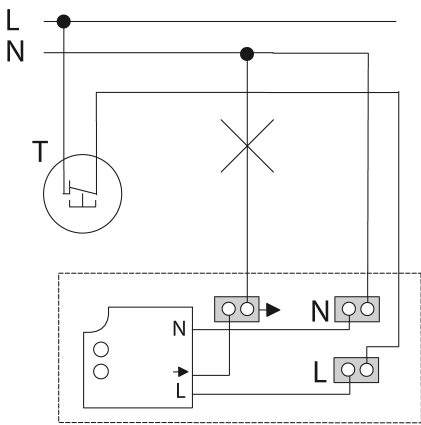

Figure 8: Schéma de raccordement du détecteur de mouvement
- Raccorder le détecteur et le poussoir d'installation T, contact normalement fermé en option selon le schéma de raccordement (figure 8).